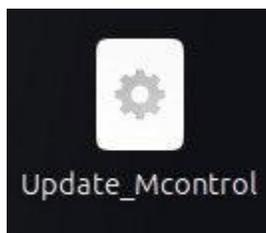

Рисунок 81 – Файл «Update_Mcontrol»
- 2) Запустите файл «Update_Mcontrol» на рабочем столе (см. Рисунок 81).